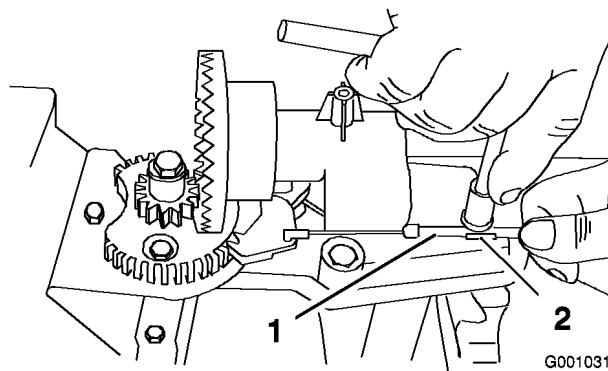
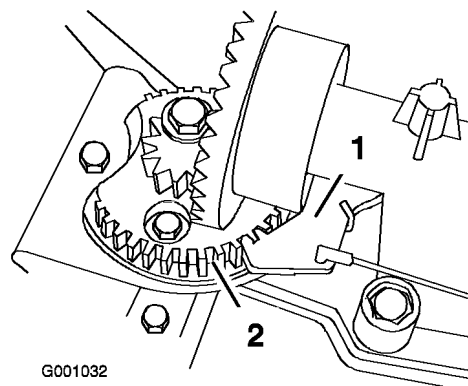

Figura 47
Figura 48
2. Allentate il bullone sul serrafilo per cavi (Figura 47).
3. Afferrate la guaina del cavo e spostatela verso la parte anteriore della macchina finché il fermo del camino di scarico non s'innesta completamente nei denti degli ingranaggi (Figura 47 e Figura 48).
Nota: Il fermo a molla si inserisce automaticamente tra i denti degli ingranaggi (Figura 48).